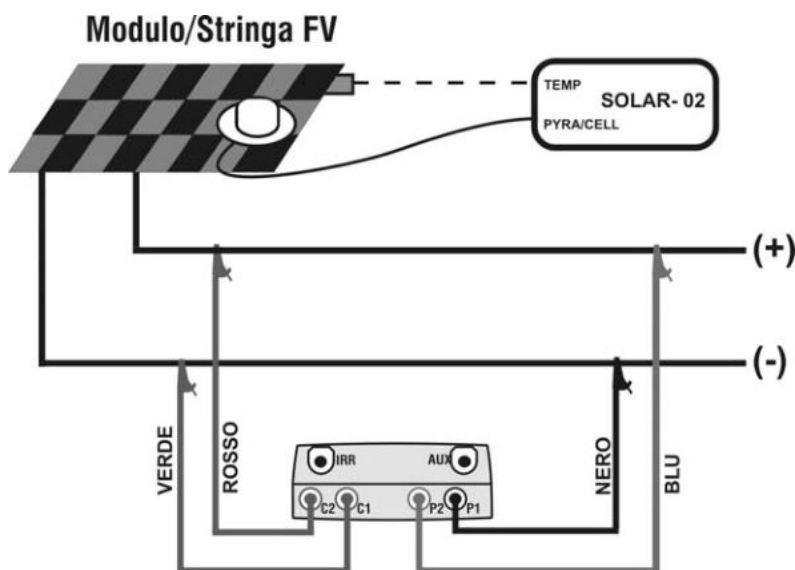

Fig. 11: Collegamento dello strumento al modulo/stringa FV
22. Collegare lo strumento al modulo/stringa in prova come mostrato nella seguente Fig. 11. In particolare collegare il polo Negativo in uscita dal modulo/stringa ai terminali P1, C1 e il polo Positivo in uscita dal modulo/stringa ai terminali P2, C2. In modalità di attivazione misura **"Auto"** è raccomandato l'uso dell'accessorio opzionale KITKELVIN